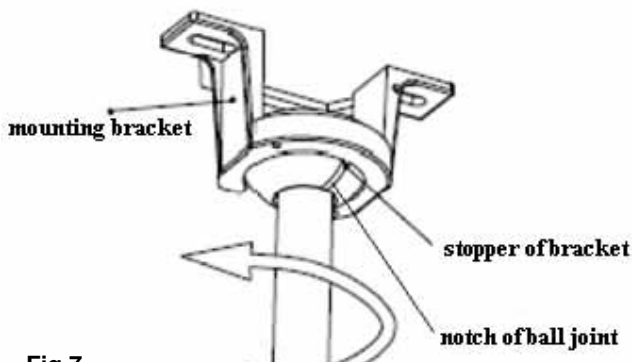

Fig.7
1. Til de ventilator op de montagebeugel. Fig. 7